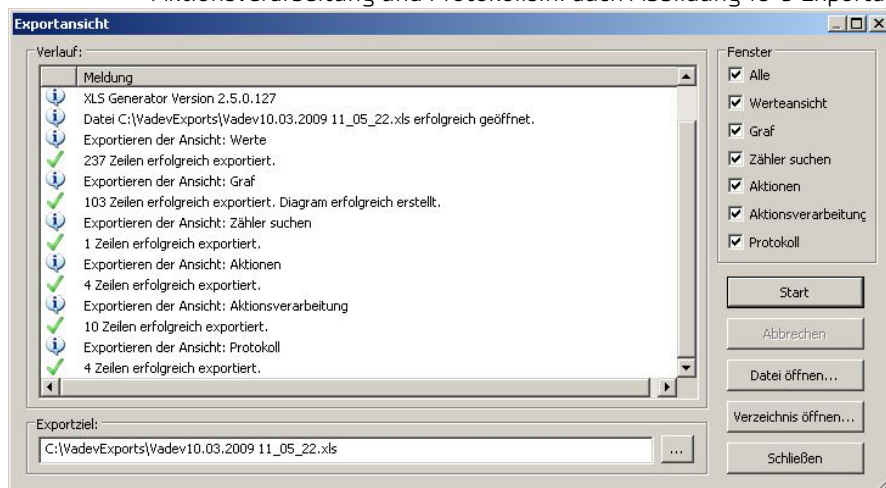

Abbildung 10-9 Exportansicht
- **Exportiere Ansicht...** : Wird ein Export per xls Generator erstellt von den Ebenen: Werte, Graf, Zähler suchen, Aktionen, Aktionsverarbeitung und Protokolls.h. auch Abbildung 10-9 Exportansicht